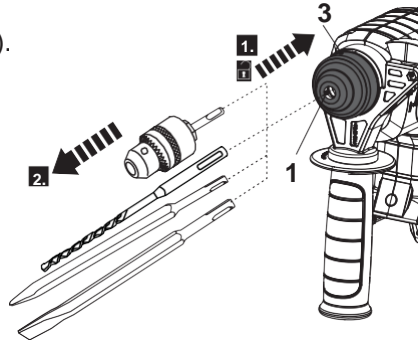

Fig. 4
1. Puxe a tampa do mandril (3) para trás e mantenha-a nessa posição (Fig. 4, passo 1).
2. Retire a broca/cinzel do mandril (1) (Fig. 4, passo 2).